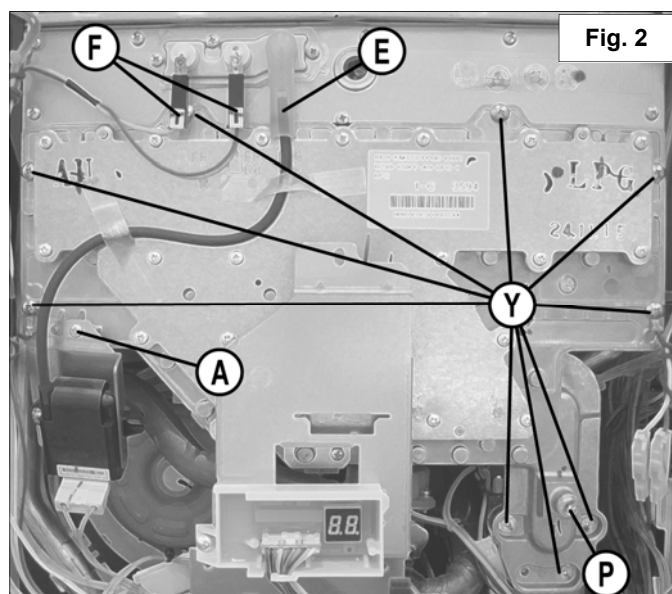

Fig. 2
5. Procedere con la sostituzione del collettore di alimentazione del gas tramite i seguenti passaggi (Fig.2):
- scollegare i connettori dell'elettrodo (E) e dei due sensori di fiamma (F);
- rimuovere le viti di fissaggio (Y) del collettore gas;
6. Collegare il micro manometro digitale alla presa di prelievo pressione (P) del collettore gas.
10. Controllare la pressione del gas sulla presa prelievo (Fig.2 - pag. precedente).
13. Controllare la pressione del gas sulla presa prelievo (Fig.2 - pag. precedente).
18. Rimuovere il micro manometro e riposizionare la vite della presa di prelievo pressione gas (P) (Fig.2 - pag. precedente).